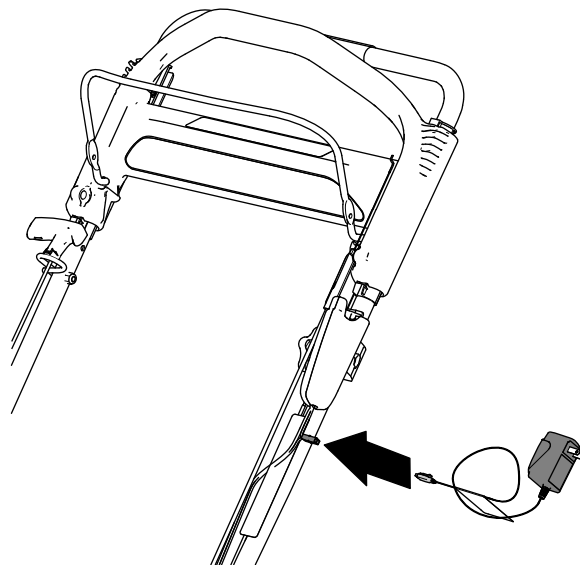

Figura 29
1. Ligue o carregador à cablagem sob o botão de arranque elétrico (**Figura 29**).